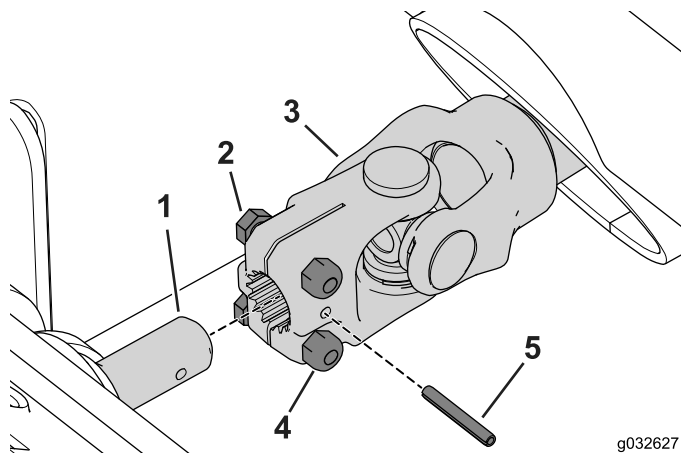

Figura 79
2. Alinhe os orifícios do pino de segurança e deslize a culatra da tomada de força por cima do veio da tomada de força na estrutura de inverno (Figura 79).
3. Instale o pino de segurança (Figura 79).